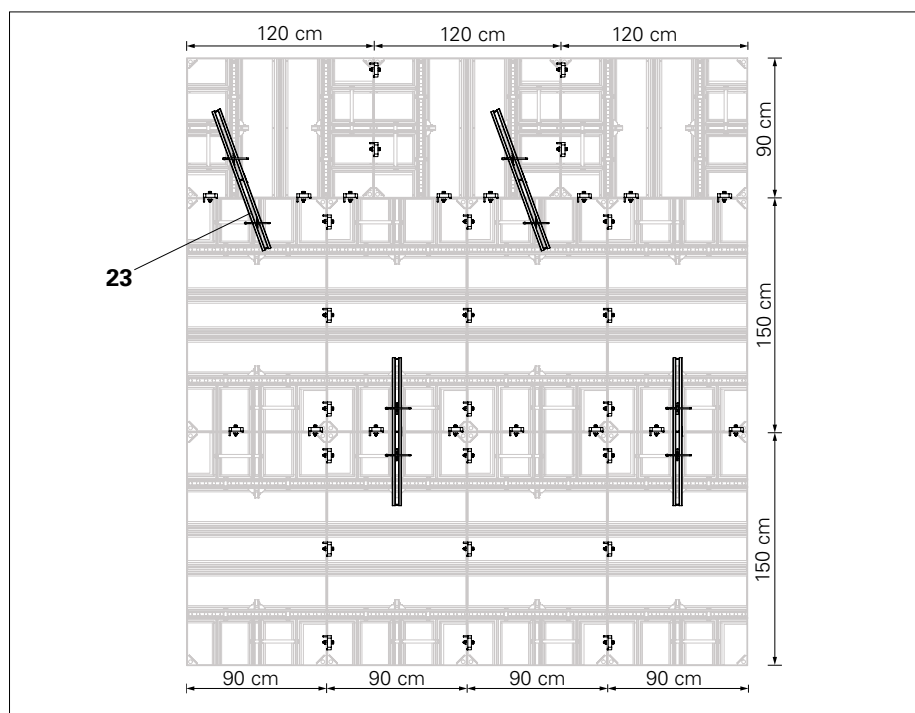

Fig. B6.02
Altezza raffigurata = 390 cm (Fig. B6.02)
Se non è necessario il preassemblaggio per l'estensione in altezza, è possibile seguire un andamento a zig-zag come illustrato nella Fig. B6.02 per l'allineamento verticale per mezzo di traverso di compensazione HSA 95 (23).